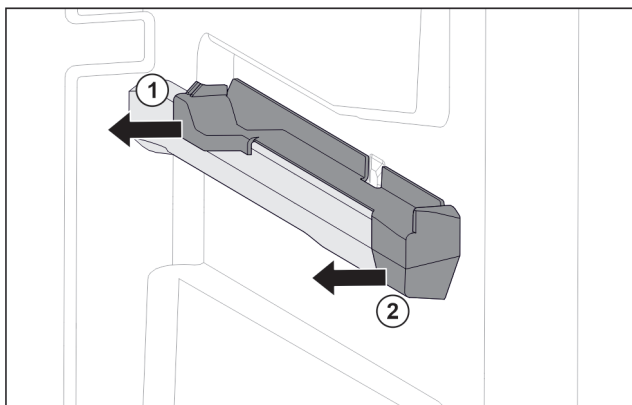

Fig. 153 Elemento inseribile sulla nervatura destra del contenitore
- Estrarre l'elemento inseribile dal lato posteriore di lato. Fig. 153 (1)
- Estrarre l'elemento inseribile dal lato anteriore di lato. Fig. 153 (2)